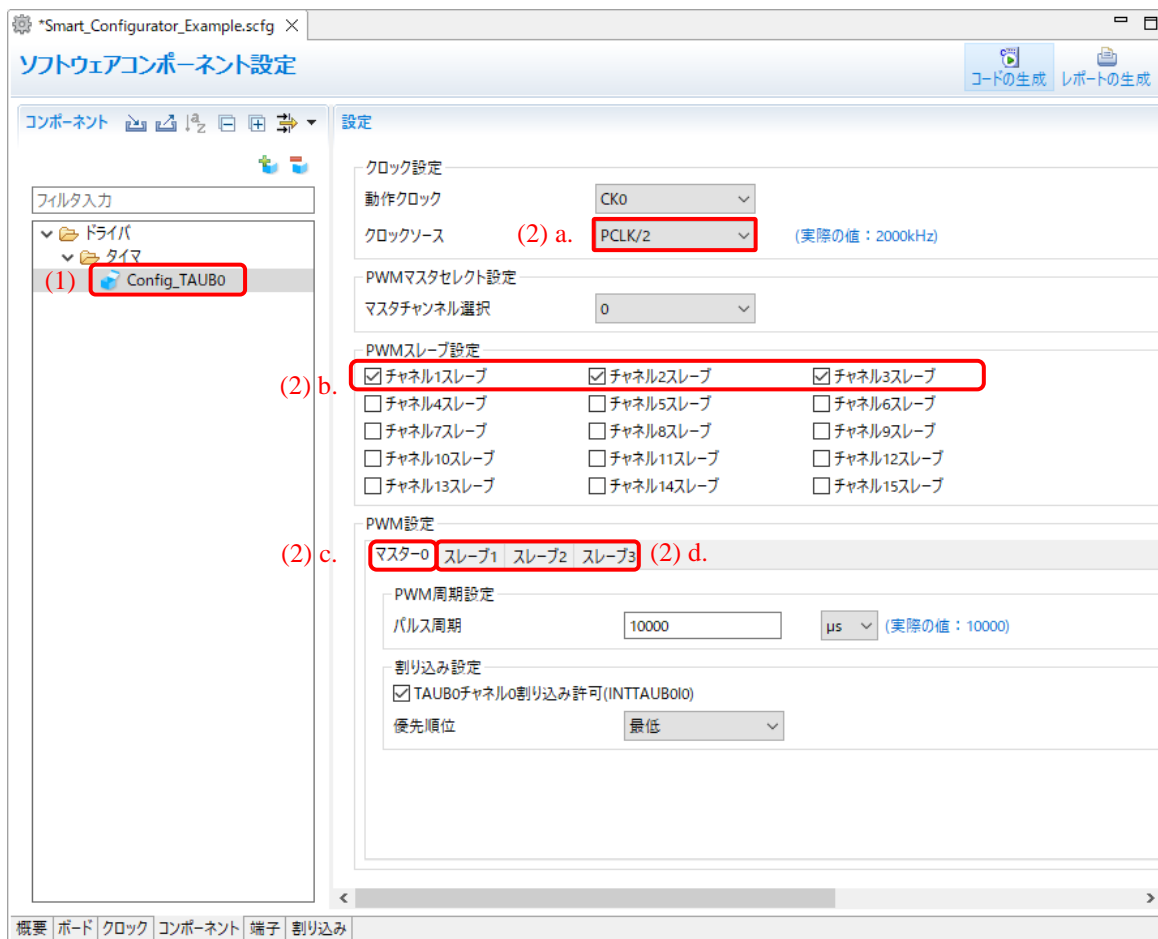

図 4-18 コンポーネントのコンフィグレーション設定
- (1) コンポーネントツリーにある コンポーネントをクリックします。（例：Config\_TAUB0）
- (2) 右側の設定パネルでコンフィグレーションを設定します。図 4-18 は例です。